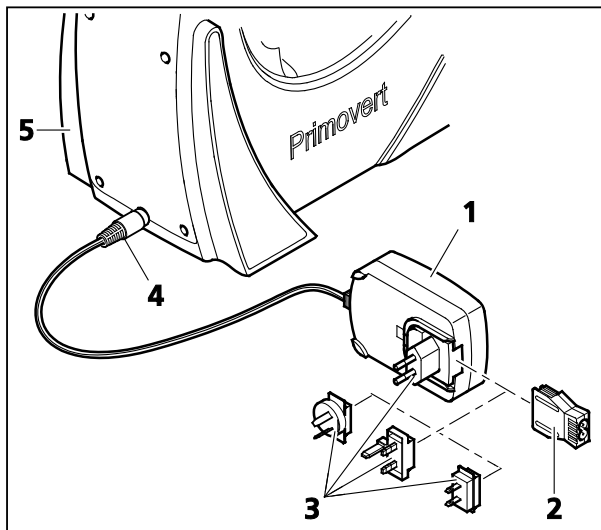

Bild 10 Steckernetzteil anschließen
- Falls notwendig, den installierten Netzanschlussadapter am Steckernetzteil (Bild 10/1) gegen einen der mitgelieferten landesüblichen Adapter (Bild 10/3) austauschen. Dazu den vorhandenen Adapter abziehen und den gewünschten aufstecken.
- Stecker (Bild 10/4) des Steckernetzteils in die Anschlussbuchse an der Stativrückseite (Bild 10/5) einstecken.
- Steckernetzteil (Bild 10/1) mit einer Netzsteckdose verbinden.
- Falls das Steckernetzteil aus Platzmangel nicht in die gewählte Steckdose eingesteckt werden kann, ist der Netzsteckdosenadapter durch den mitgelieferten IEC-Adapter zu ersetzen (Bild 10/2). Dadurch kann das Steckernetzteil flach auf die Tischoberfläche gelegt und an die Netzsteckdose über ein länderspezifisches Gerätekabel angeschlossen werden.